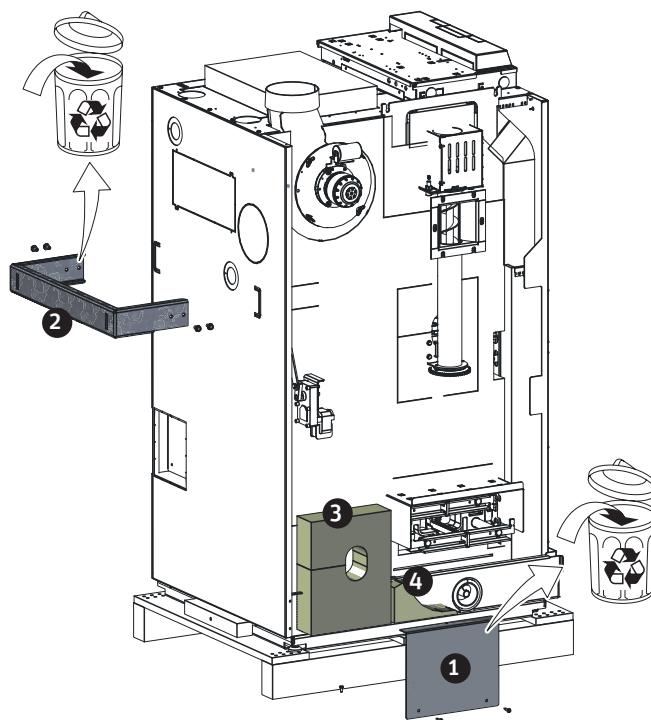

Fig. 7 Rimuovere la protezione per il trasporto e la staffa di trasporto
La staffa di trasporto posteriore [2] serve per l'attacco a una slitta – Fig. 7.
- ▶ Togliere la protezione per il trasporto [1] e la staffa di trasporto [2] e smaltirli in modo appropriato, in quanto non più necessari – Fig. 7.
- ▶ Rimuovere l'isolante [3] per l'apertura del tubo della coclea/valvola rotativa e tenerlo da parte – Fig. 7. Questo isolante sarà rimontato più avanti – vedi punto 12.22.
- ▶ Rimuovere l'isolante [4] per l'aspiratore fumi e tenerlo da parte – Fig. 7. Questo isolante serve quando si sposta l'aspiratore fumi nella parte posteriore – vedi punto 12.6.